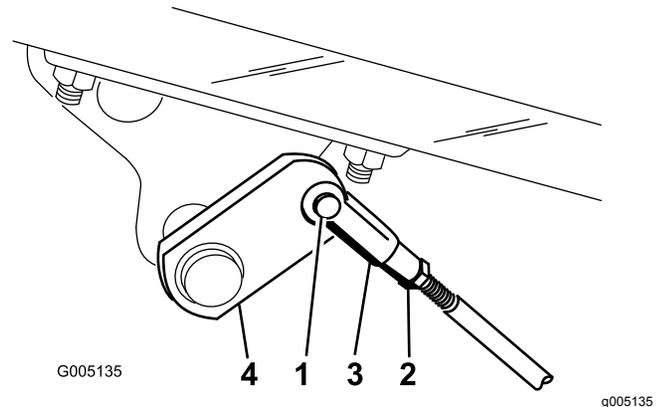

図 49
A. コッターピンとクレビスピンを外して、ブレーキロッドを外す 図 49。
- B. ジャムナットをゆるめ、クレビスを調整する 図 49。
- C. クレビスをシャフトに取り付ける 図 49。